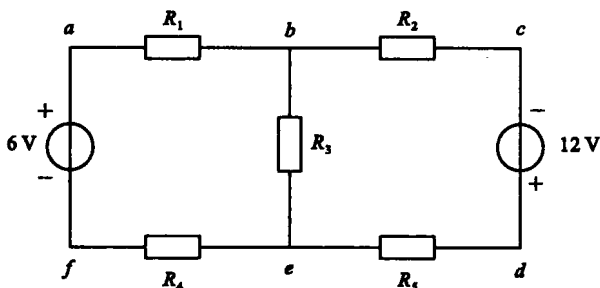

图 2.5 直流电路的电位测量
(1) 按图 2.5 接线,将两路直流稳压电源调至  $U_1 = 6\text{ V}$ 、 $U_2 = 12\text{ V}$ (请注意电压极性),各电阻按指导教师要求连接。